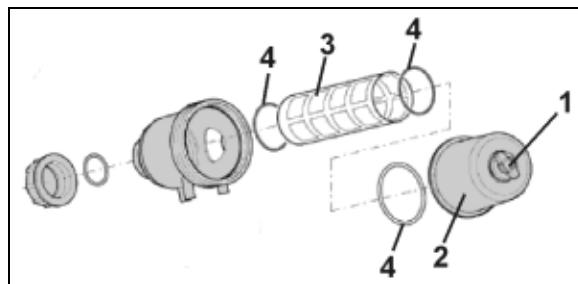

Fig. 113
Rengjør sugefilteret (Fig. 113) hver dag etter sprøytingen.
4. Løsne vingeskruen på sugefilteret (Fig. 113/1).
5. Trekk av filterbegeret (Fig. 113/2) ved å vri det lett mot høyre og venstre.
6. Trekk av filterinnsatsen (Fig. 113/3) og rengjør den med vann.
7. Kontroller om o-ringene (Fig. 113/4) er skadet.
Påse at o-ringene (Fig. 113/4) monteres korrekt.